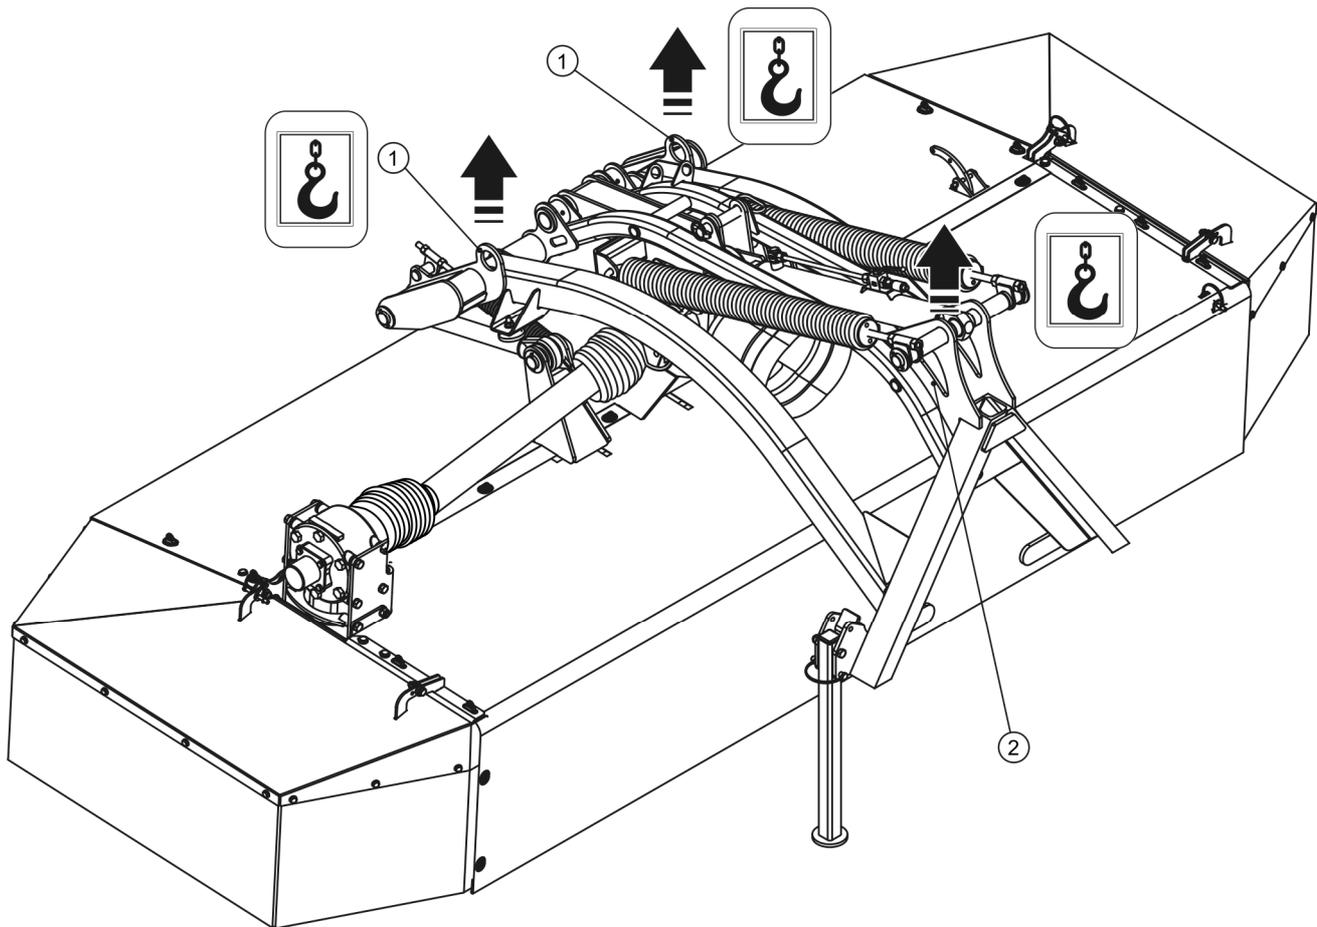

ABBILDUNG 1.2 Transportgriffe.
(1)- Transportöse; (2)- Befestigungsloch für Förderband
Die Mähmaschine sollte an den speziell dafür vorgesehenen Stellen (ABBILDUNG 1.2), d.h. an der Transportöse (1) und dem Loch (2) im Aufhängerahmen, an Hebevorrichtungen angeschlossen werden. Beim Anheben der Mähmaschine ist besondere Vorsicht geboten, da die Maschine kippen kann und Verletzungsgefahr durch hervorstehende Maschinenteile besteht.